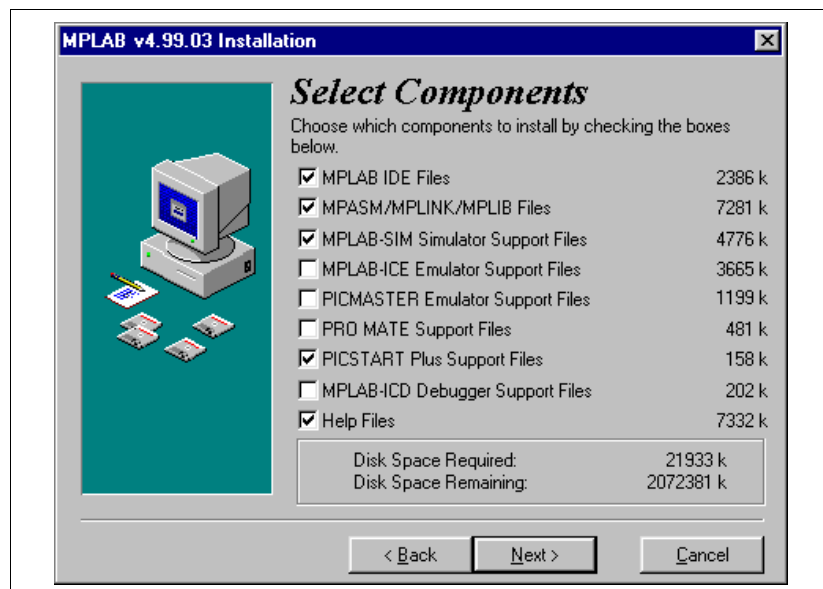

Figure 3.1: Select Components ダイアログ
- MPLAB IDE をインストールするために on-screen の指示に従って下さい。PICSTART Plus をインストールするチェックボックスを必ず確認して下さい (Figure 3.1)